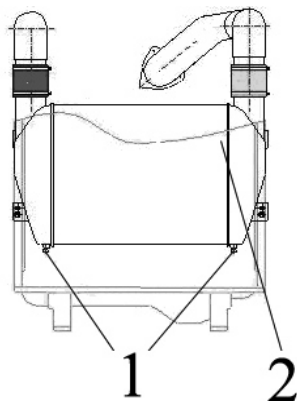

Рисунок 4.2 – Удаление конденсата из бачков радиатора ОНВ дизеля
- отвернуть две пробки 1 (рисунок 4.2) в нижней части охладителя наддувочного воздуха 2;